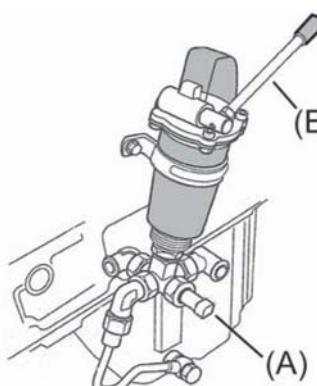

Рис. 4.1.
Откачку отработанного масла производите при помощи ручного насоса(см. рис. 4.1). Установите рукойтку (B) и переведите переключатель (A), расположенный под корпусом насоса, в положение откачки масла. Подсоедините шланг к насосу и откачивайте масло в подходящую емкость. Утилизируйте отработанное масло в соответствии с местными правилами.